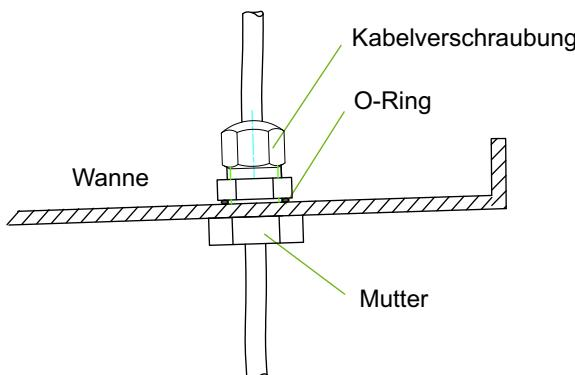

Abb. 1.4:
- 1) Bohren Sie in der Nähe einer vorhandenen Kaberdurchführung ein Loch Ø 16 mm für eine zusätzliche Verschraubung in die Kondensatwanne und befestigen Sie die mitgelieferte Zugentlastung.(siehe Abb. 1.4 auf S. 2)